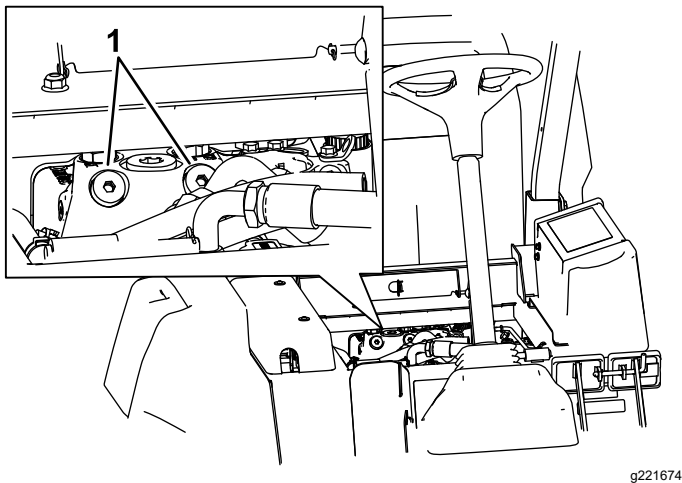

Figure 39
1. Soulevez le siège et localisez les vannes de dérivation qui sont situées sous l'avant du réservoir de carburant (Figure 39).